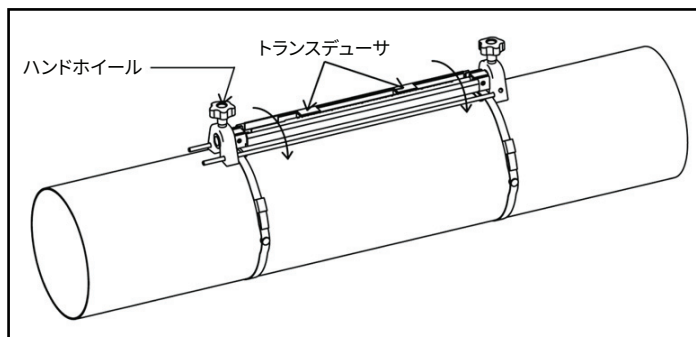

図 12：見えるように回転させたトランスデューサ
- a. 両方のトランスデューサを緩め、トランスデューサが見えるように治具を回転させます（以下の図 12 を参照）。
- a. トランスデューサが見えるように治具を回転させます（12 ページの図 12 を参照）。